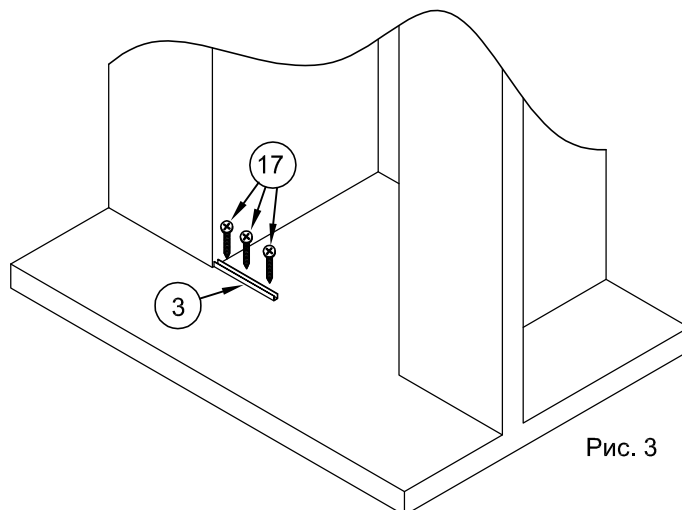

Рис. 3
1.5. Установить профиль №3 на пол. Вставить в отверстия шурупы №17 и вкрутить их отвёрткой, закрепив профиль на надлежащем месте на полу (рис.3).